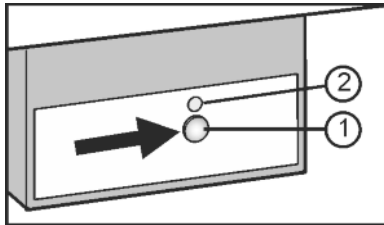

Fig. 18
- ▶ Nyomja meg az On/Off gombot Fig. 18 (1), hogy a LED Fig. 18 (2) világítson.